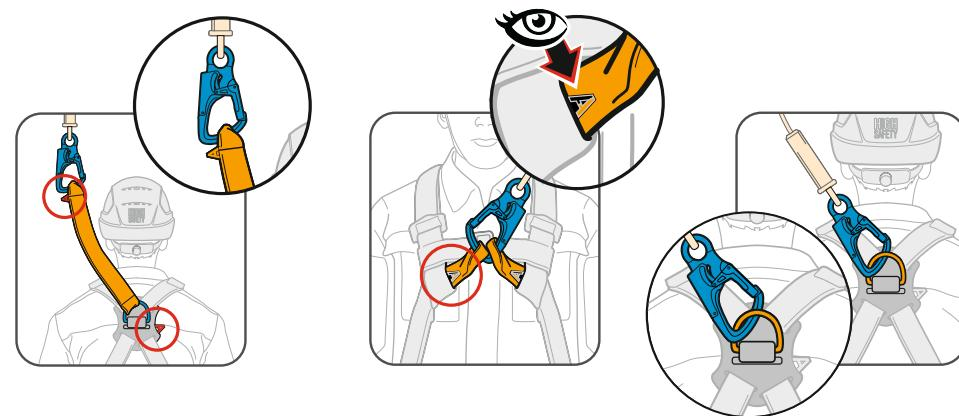

Рис. 16 Крепление соединительной подсистемы с точками крепления на привязи.
12. Соединить карабин соединительной подсистемы с точкой крепления привязи с маркировкой «А» (буква «А» должна быть полностью закрашена) (рис. 16) или соединив одновременно с двумя точками крепления, обозначенными двумя половинами буквы «А».